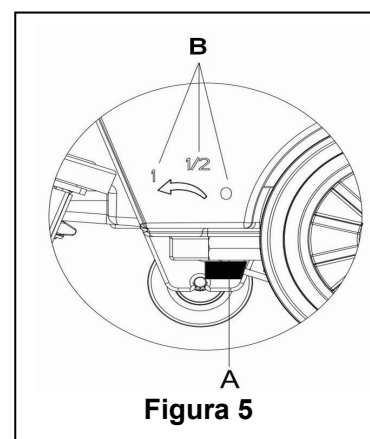

Figura 5
La regulación del mango de la válvula de bola (A, Figura 5) debe ejecutarse bajo la condición de que el interruptor de encendido (38) esté en posición "O".
12. El volumen del flujo de agua puede ser ajustado a través del mango de la válvula de bola (A, Figura 5) conforme a la cantidad de agua que se requiere para fregar el suelo.